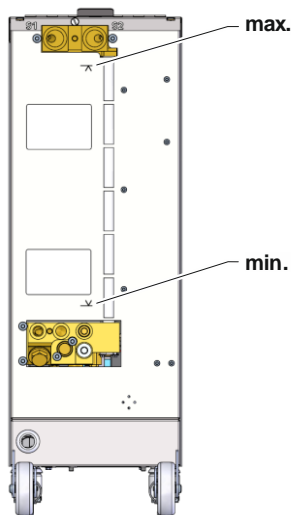

Fig. 2: Dos de l'appareil
- Remplir le réservoir manuellement jusqu'au niveau maximum (→ Fig. 2).
- Le niveau est en dessous du minimum (→ Fig. 2).